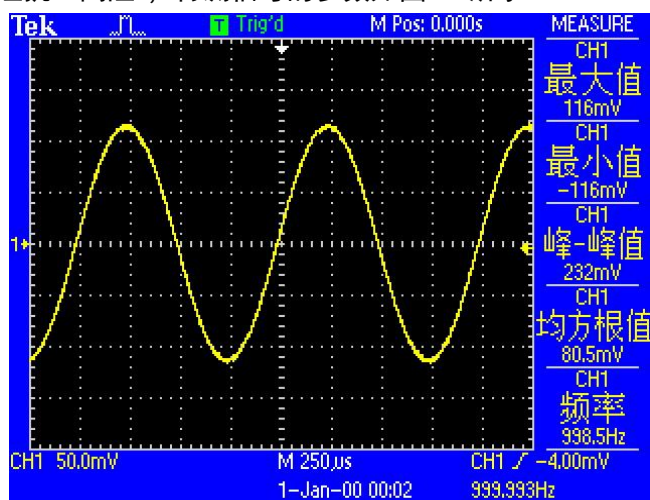

图88. 待测信号参数图
3. 打开函数信号发生器电源，将参数设置为“波形：正弦波”、“幅值：80 mVrms”、“频率：1 kHz”、“输出阻抗：高阻”，待测信号参数如图 88 所示：